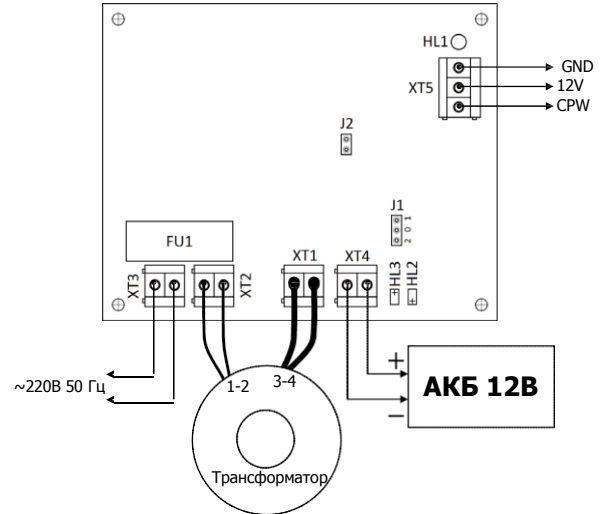

Рис.1 Схема подключения «БРП 12В 1,5А»
1. Подключите трансформатор к разъемам XT1 и XT2, как показано на рис.1.